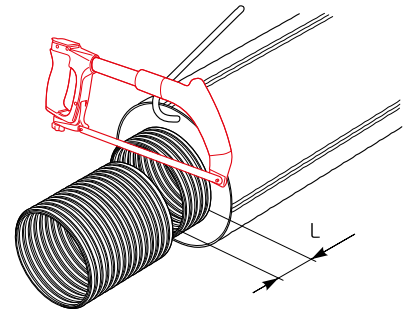

Рис. 4.4.9
8. Обрезать напорную трубу перпендикулярно продольной оси на расстоянии L от торца слоя теплоизоляции (рис. 4.4.9).